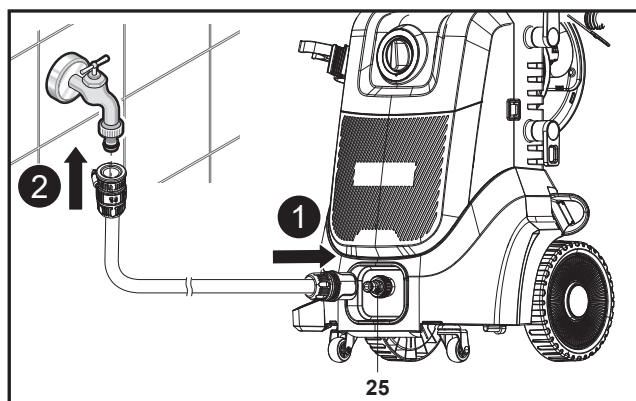

Fig. 10
2. Fixer le tuyau d'arrosage à l'adaptateur d'arrivée d'eau (25) sur le raccord d'arrivée d'eau (10) de la machine (Fig. 10, étape 1). Toujours utiliser un raccord standard pour l'arrivée d'eau. Pour un fonctionnement correct, la longueur du tuyau ne doit pas dépasser 8m.
3. Raccorder l'autre extrémité du tuyau d'arrosage à une source d'alimentation en eau (Fig. 10, étape 2).